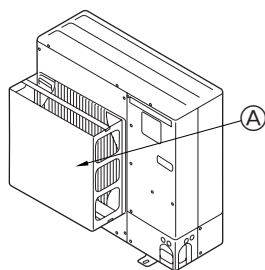
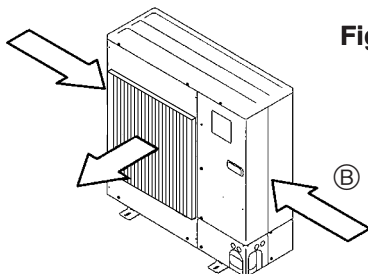

Fig. 2-4
Fig. 2-5
- ② Installer un guidage d'air optionnel si l'appareil est placé dans un endroit où les vents violents d'une tempête, par exemple, pourraient s'engouffrer directement dans la sortie d'air. (Fig. 2-4)
- (A) Guidage d'air
- ③ Placer l'appareil de sorte que la sortie d'air souffle dans la direction perpendiculaire à celle des vents saisonniers, si celle-ci est connue. (Fig. 2-5)
- (B) Sens du vent